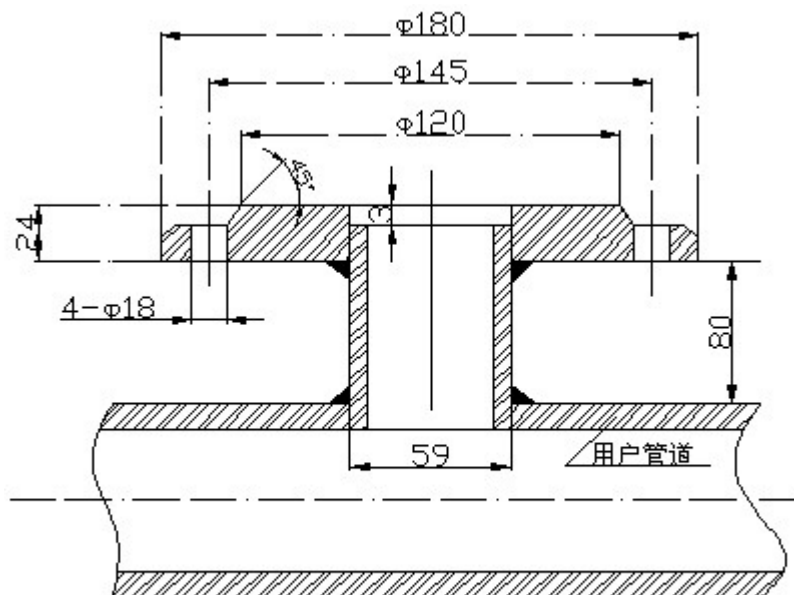

图3 安装底座的焊接
安装底座与被测管道的焊接如图 3 所示。
6.4.3 按图 3 所将 DN50 球阀安装到安装底座上。注意球阀的长空腔向上。检查球阀是否能全开全关。如有问题应进行修理。将压紧螺母座、压紧螺母和橡胶密封圈安装到球阀上。松开定位螺钉和压紧螺母，将传感器插入杆通过球阀插入被测管道。插入深度由 6.4.4 计算，并由游标卡尺或钢卷尺测量，符合要求后，上紧压紧螺母和定位螺钉，同时应注意传感器方向标志杆指向应和流体流向一致。